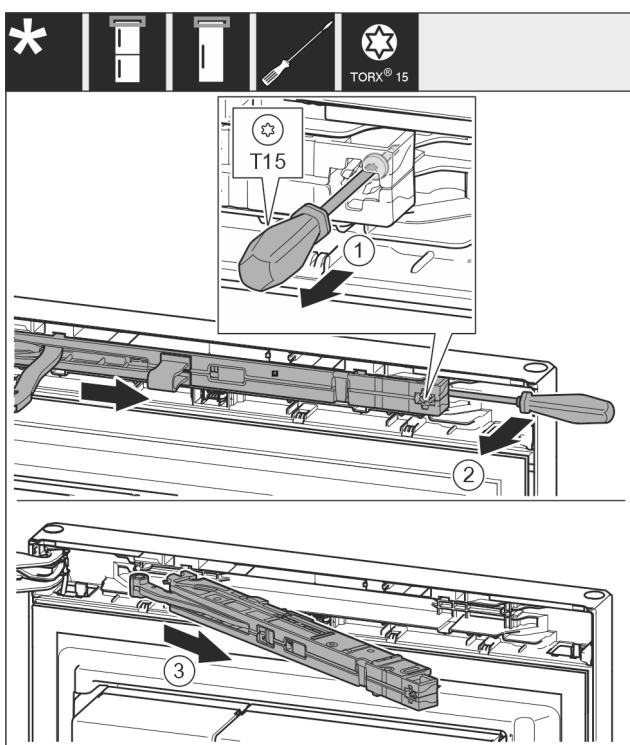

Fig. 12
- ▶ Vijak Fig. 12 (1) na jedinici prigušivača zatvaranja otpustite odvijačem 14 mm.
- ▶ Jedinicu prigušivača zatvaranja Fig. 12 (2) podignite odvijačem prema gore na strani ručke.
- ▶ Izvucite jedinicu prigušivača zatvaranja Fig. 12 (3).